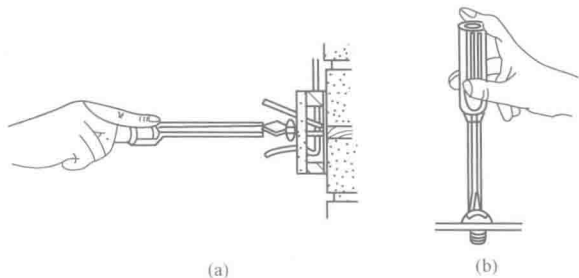

图1-5 螺钉旋具的使用方法
(1) 大螺钉旋具的使用方法。大螺钉旋具一般用来紧固较大的螺钉。使用时,除大拇指、食指和中指要夹住握柄外,手掌还要顶住柄的末端,这样就可防止旋具转动时滑脱,如图1-5(a)所示。
(2) 小螺钉旋具的使用。小螺钉旋具一般用来紧固电气装置接线桩头上的小螺钉,使用时,可用手指顶住木柄的末端捻旋,如图1-5(b)所示。
(3) 较长螺钉旋具的使用。可用右手压紧并转动手柄,左手握住螺钉旋具中间的部分,以使螺钉刀不滑脱。此时左手不得放在螺钉的周围,以免螺钉刀滑出时将手划伤。